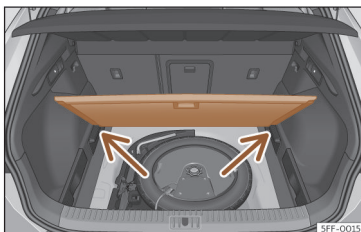

Fig. 190 Piso variável da bagageira: posição inclinada.
- Apoie o piso sobre os alojamentos previstos para o efeito >>> **Fig. 190** (setas).